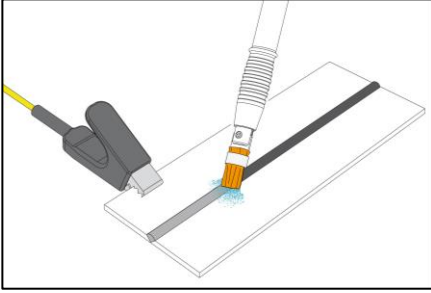

図 11
- トーチ電極は幅広い面の作業に適しております。(図 11)